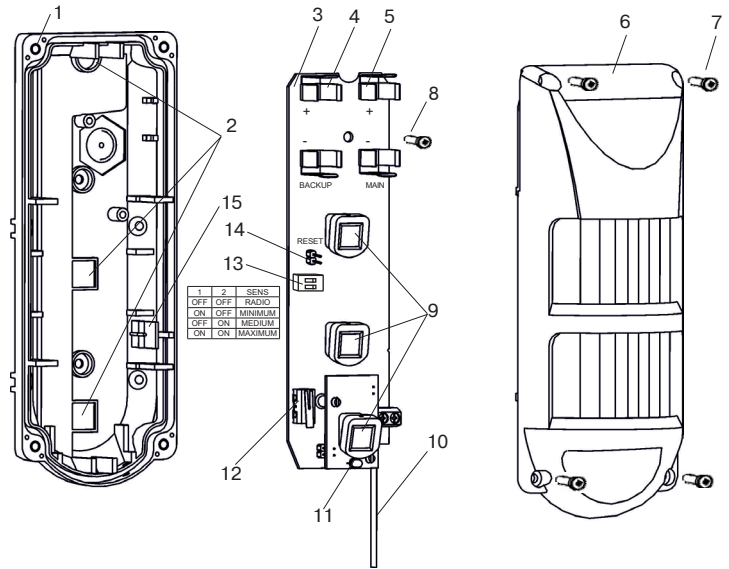

Рисунок 1 – Конструкция «Пирон-8-РК»
Извещатель (рисунок 1) состоит из основания (1), печатной платы (3) и крышки (6). На печатной плате расположены держатели двух батарей CR123A – основной (5) и резервной (4), три ИК пироприемника (9), антенна (10), входит в комплект поставки, двухцветный световой индикатор (11), датчик вскрытия корпуса (12), DIP-переключатель (13) и контакты RESET (14). Печатная плата фиксируется на основании защелкой (15) и винтом (8). Крышка (6) крепится к основанию (1) четырьмя винтами (7) с использованием герметизирующей прокладки.